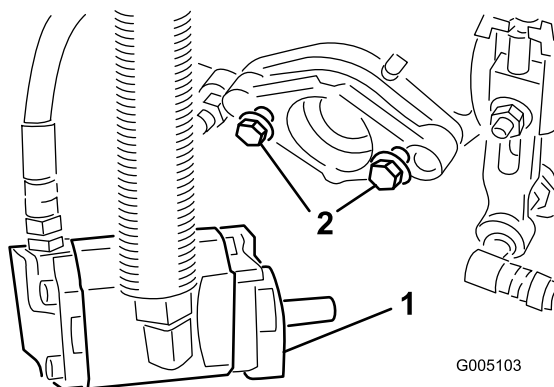

Figure 14
7. Installez les boulons de montage du moteur d'entraînement des cylindres sur chaque plateau de coupe. Laissez dépasser approximativement 13 mm du filetage sur chaque boulon de fixation (Figure 14).
11. **Resserrez les boulons de montage** (Figure 14).